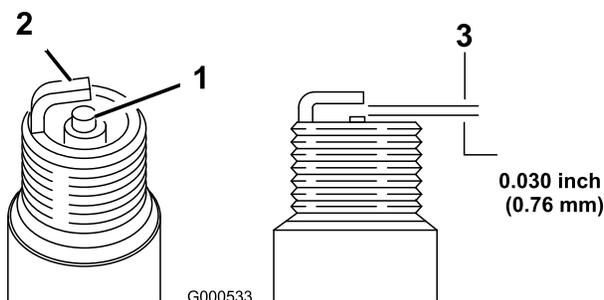

Figure 25
5. Réglez l'écartement des électrodes à 0,76 mm (0,030") (Figure 25).